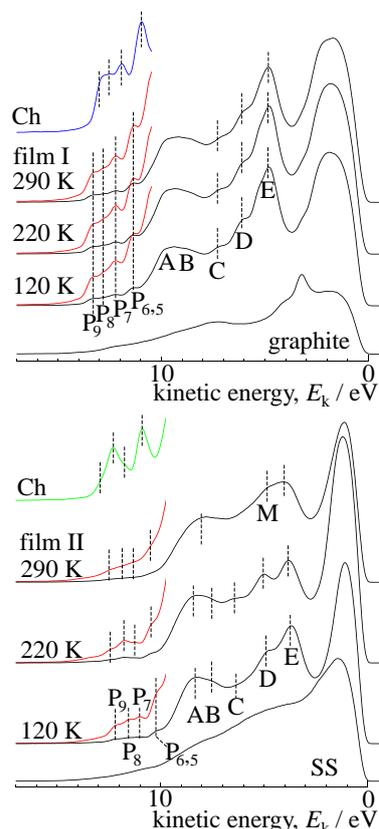

Fig. 2 Thermally-induced changes in the MAES of 6,12-DOC films I and II.
Fig. 2 に 120 K のグラファイト基板に形成した膜 I (4 Å) と同温のステンレス (SS) 基板に形成した膜 II (40 Å) を昇温したときの He* (2³S, 19.82 eV) MAES の変化を示す。120–220 K の膜 I では、環の $\pi_9 \sim \pi_5$ MO に対応するバンド P₉~P₅ が flat-on 配向のクリセン単分子層の MAES (Ch; 青) の場合と同様の強度分布を示すため、DOC の環の配向は flat-on である。また、主に鎖の擬 π MO が与えるバンド A~E が著しく強調されるため、鎖の配向も flat-on である。290 K では π バンドの強度分布に変化はないが、バンド E は弱くなり鎖の配向が tilted-on (c) [1] へ向かい始めたと考えられる。120 K の膜 II では、バンド A~E が 290 K の膜 I の場合と似た形状を示すので鎖の配向は tilted-on に近いが、純 π 領域が膜 I とは異なりバンド P₈ が明瞭なピークを示す。このバンドは 2 位の炭素 C² に大きな分布を持つ MO に基づき、220 K になるとその相対強度は C²-H を膜面に露出した standing 配向性の Ch 膜の MAES (緑) の場合と同程度まで増大する。その一方で、バンド E はバンド D と同程度に弱くなり edged-on 配向 (d) の鎖の特徴 [2] を示す。ところが 290 K では、standing 配向の鎖状分子に特有な、メチル末端に分布する σ MO に基づくバンド M [3] が現れるとともに、バンド P₉~P₅ は不明瞭化する。一部の鎖の末端が環上で He* と相互作用することにより、He* の環への接近を妨げていると考えられる。